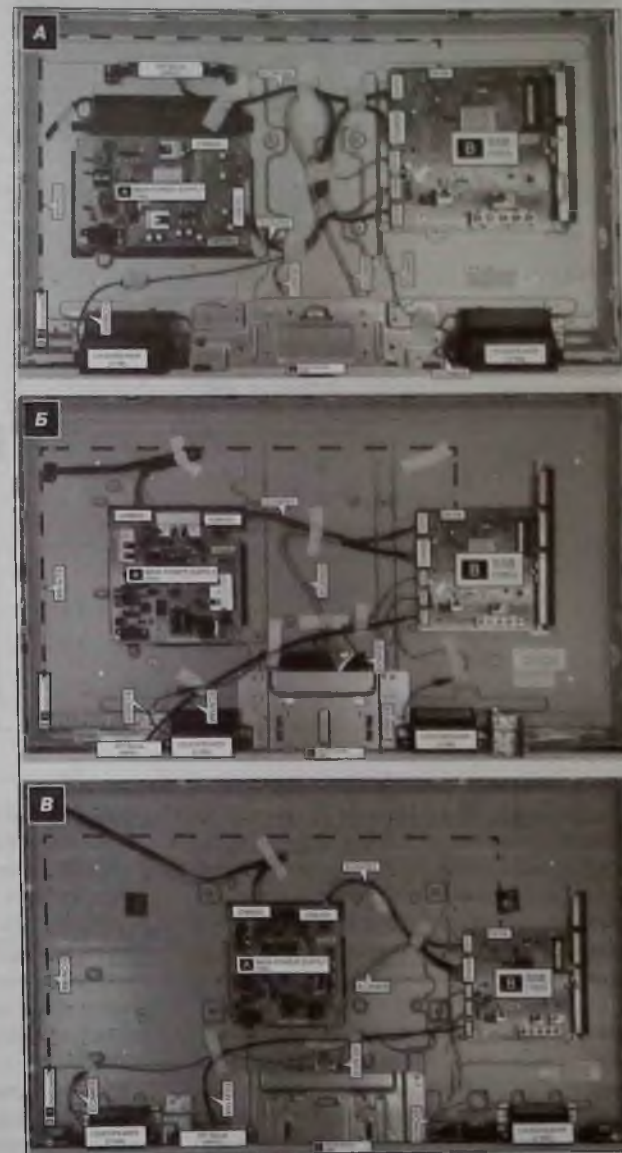

Рис. 1. Расположение основных компонентов внутри корпуса ТВ, где модели: а — 32 дюйма, б — 43 дюйма, в — 49 дюймов
Конструкция у всех моделей ТВ почти одинакова — в пластмассовом корпусе на подставке размещены все основные узлы: ЖК панель с узлом задней LED-подсветки, закрытая металлическим кожухом, на котором установлены плата блока питания, главная плата SSB (Small Signal Board — плата малых сигналов), модуль Wi-Fi и динамические головки (рис. 1). Плата ИК приемника IR/LED BOARD размещена на кронштейне
5. Для демонтажа платы блока питания MAIN POWER SUPPLY (см. рис. 1) выворачивают винты ее крепления к металлическому кожуху, отсоединяют от нее два разъема и снимают плату.